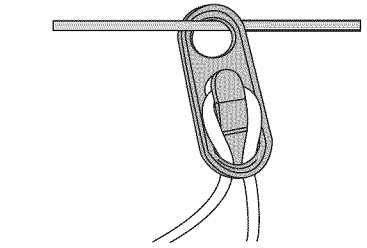

Fig. 4
3. Faites glisser la boucle autour du crochet du dispositif de retenue, puis tirez dessus pour bien ajuster le câble (Fig. 4).